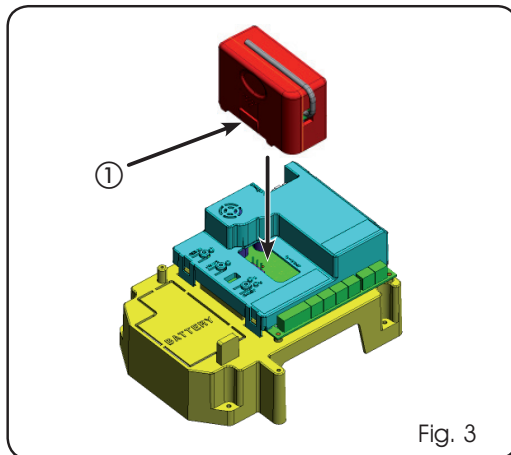

Fig. 3
El equipo electrónico está provisto de un sistema de decodificación (DS, SLH, LC) bi-canal integrado llamado OMNIDEC. Este sistema permite memorizar, mediante un módulo receptor adicional (Fig. 3 ref. ①) y radiomandos de la misma frecuencia, tanto la apertura total (OPEN A) como la apertura parcial (OPEN B) de la automatización.